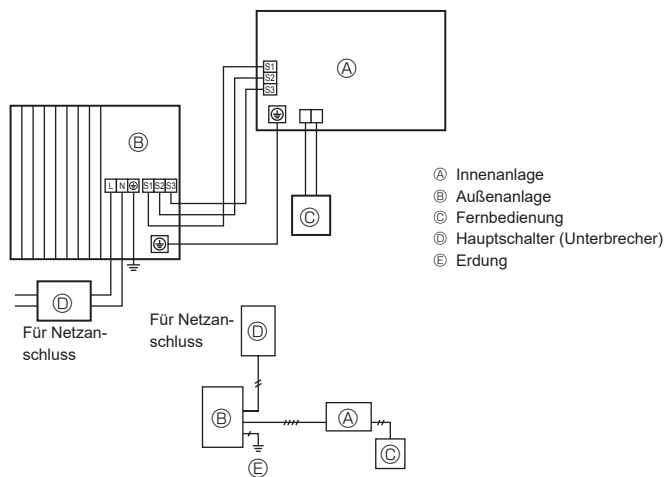

Fig. 6-1
### 6.1. Außenanlage (Fig. 6-1, Fig. 6-2)
- ① Die Bedienungsplatte abnehmen.
- ② Die Kabel gemäß der Fig. 6-1 und der Fig. 6-2 verdrahten.